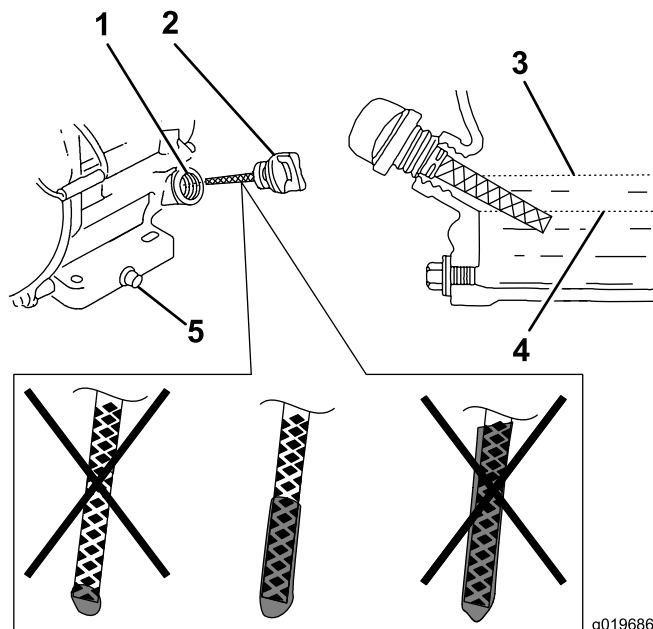

図 26
6. ディップスティックを抜いてエンジンオイルの量を点検する 図 26。